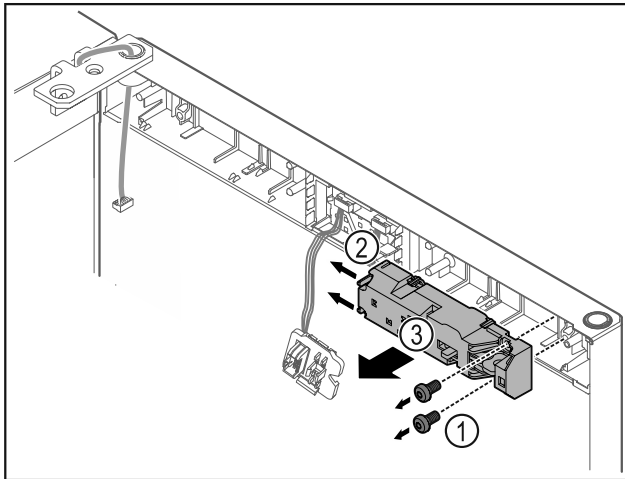

Fig. 18
- ▶ Išsukite varžtus Fig. 18 (1).
- ▶ Paspauskite fiksavimo iškyšas Fig. 18 (2) į šoną ir nuimkite nuotolinį užraktą Fig. 18 (3).